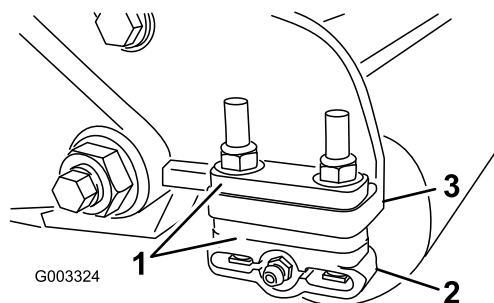

图14
1. 根据剪草高度表，将所需数量的隔片放置在侧板安装法兰（图14）下，将后滚筒支架（图14）调节到所需的剪草高度范围。